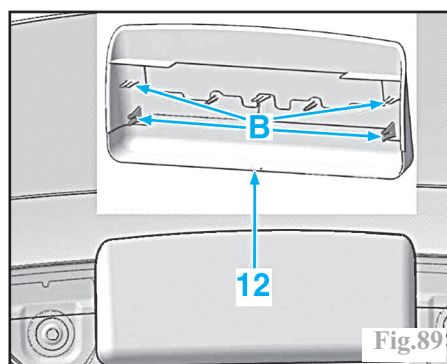

Fig.89
Déclipser le cache (12) en B (Fig.89).